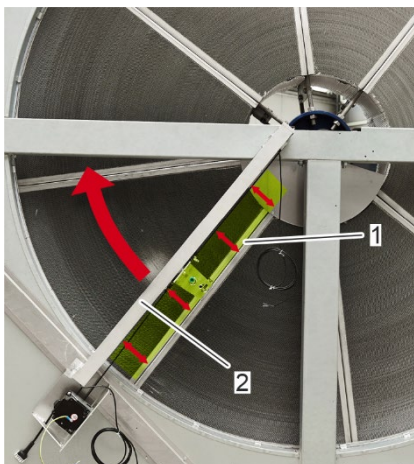

Abbildung 49: Ausrichtung des Rotors
1. Drehen Sie den Rotor von Hand und richten Sie die Innenseite von zwei benachbarten Rotorsegmenten (Abbildung 49/1) parallel zur Reinigungsschiene (Abbildung 49/2) aus.